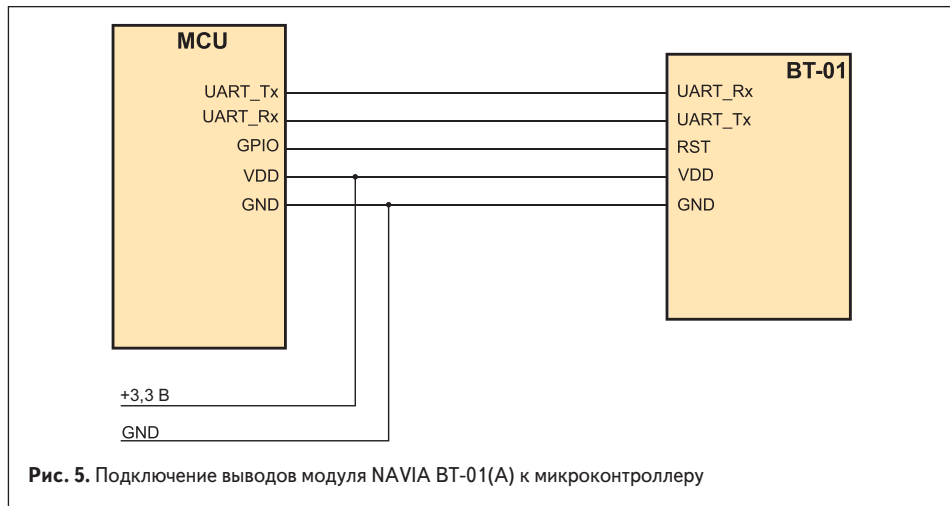

Рис. 5. Подключение выводов модуля NAVIA BT-01(A) к микроконтроллеру
На рис. 5 представлено подключение выводов модуля NAVIA BT-01(A) к микроконтроллеру. Подключение выводов модуля GPIO не показано,